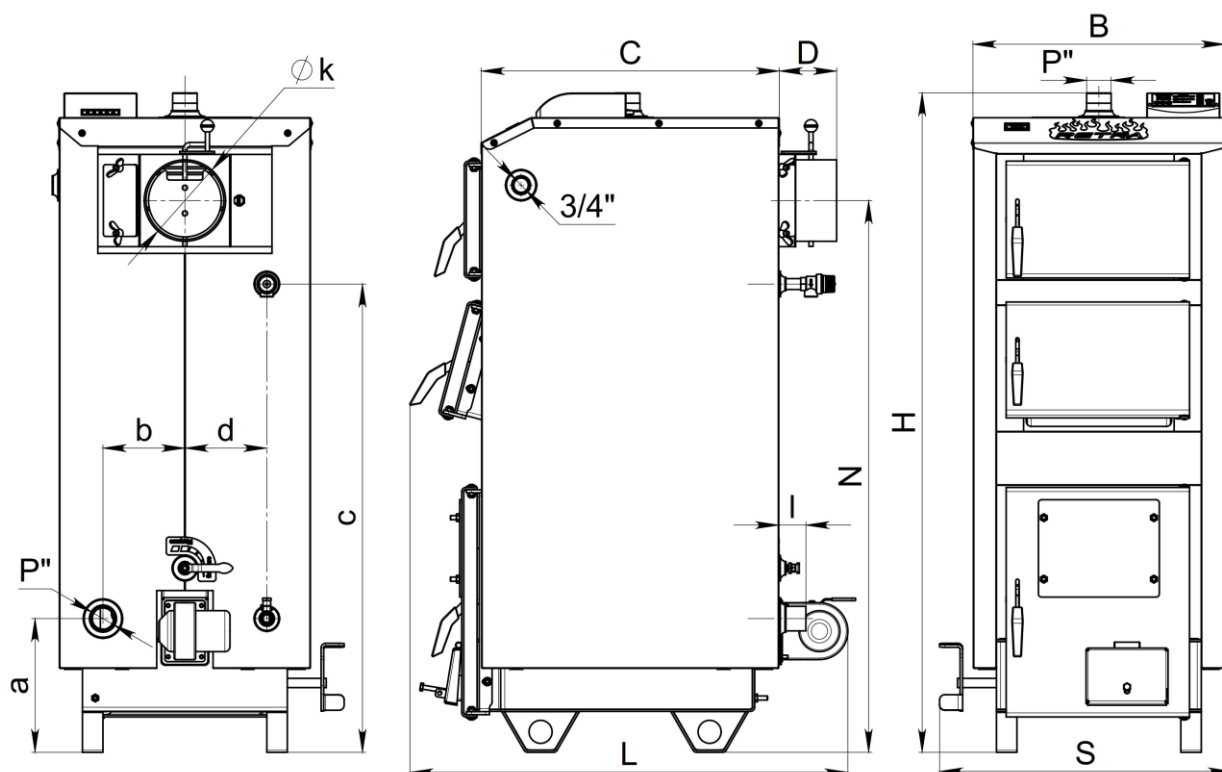

Рис.1.Габаритні та приєднувальні розміри котлів модельного ряду «Retra-5M BASIC» та «Retra-5M PLUS»
4.2. Габаритні та приєднувальні розміри котлів модельного ряду «Retra-5M BASIC» та «Retra-5M PLUS» наведені на Рис.1 та таблиці 3.
Рис.1а Габаритні та приєднувальні розміри котлів модельного ряду «Retra – 5M COMBI»
потужністю 15-150 кВт (див рис.1а)